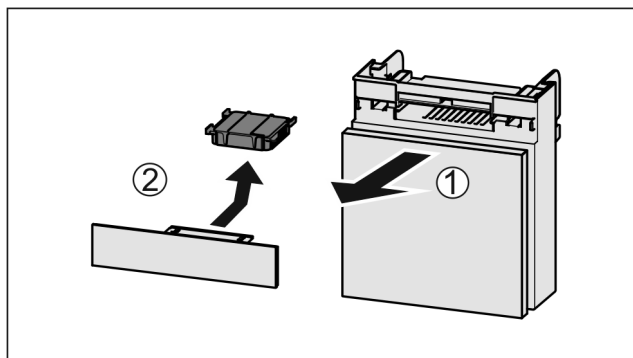

Fig. 233
- Pretinac izvucite Fig. 233 (1) prema naprijed.
- Izvadite filtarski s aktivnim ugljenom Fig. 233 (2).